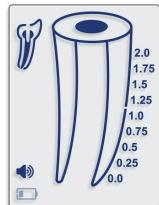

Fig. 2
- Når batteriniveauet er lavt, vises den blinkende indikator for lavt batteri på skærmen (Fig.2). Endo-Eze™ Find® vil fortsætte normal drift selv med et lavt batteri, men batteriet skal skiftes, før det er helt tømt.